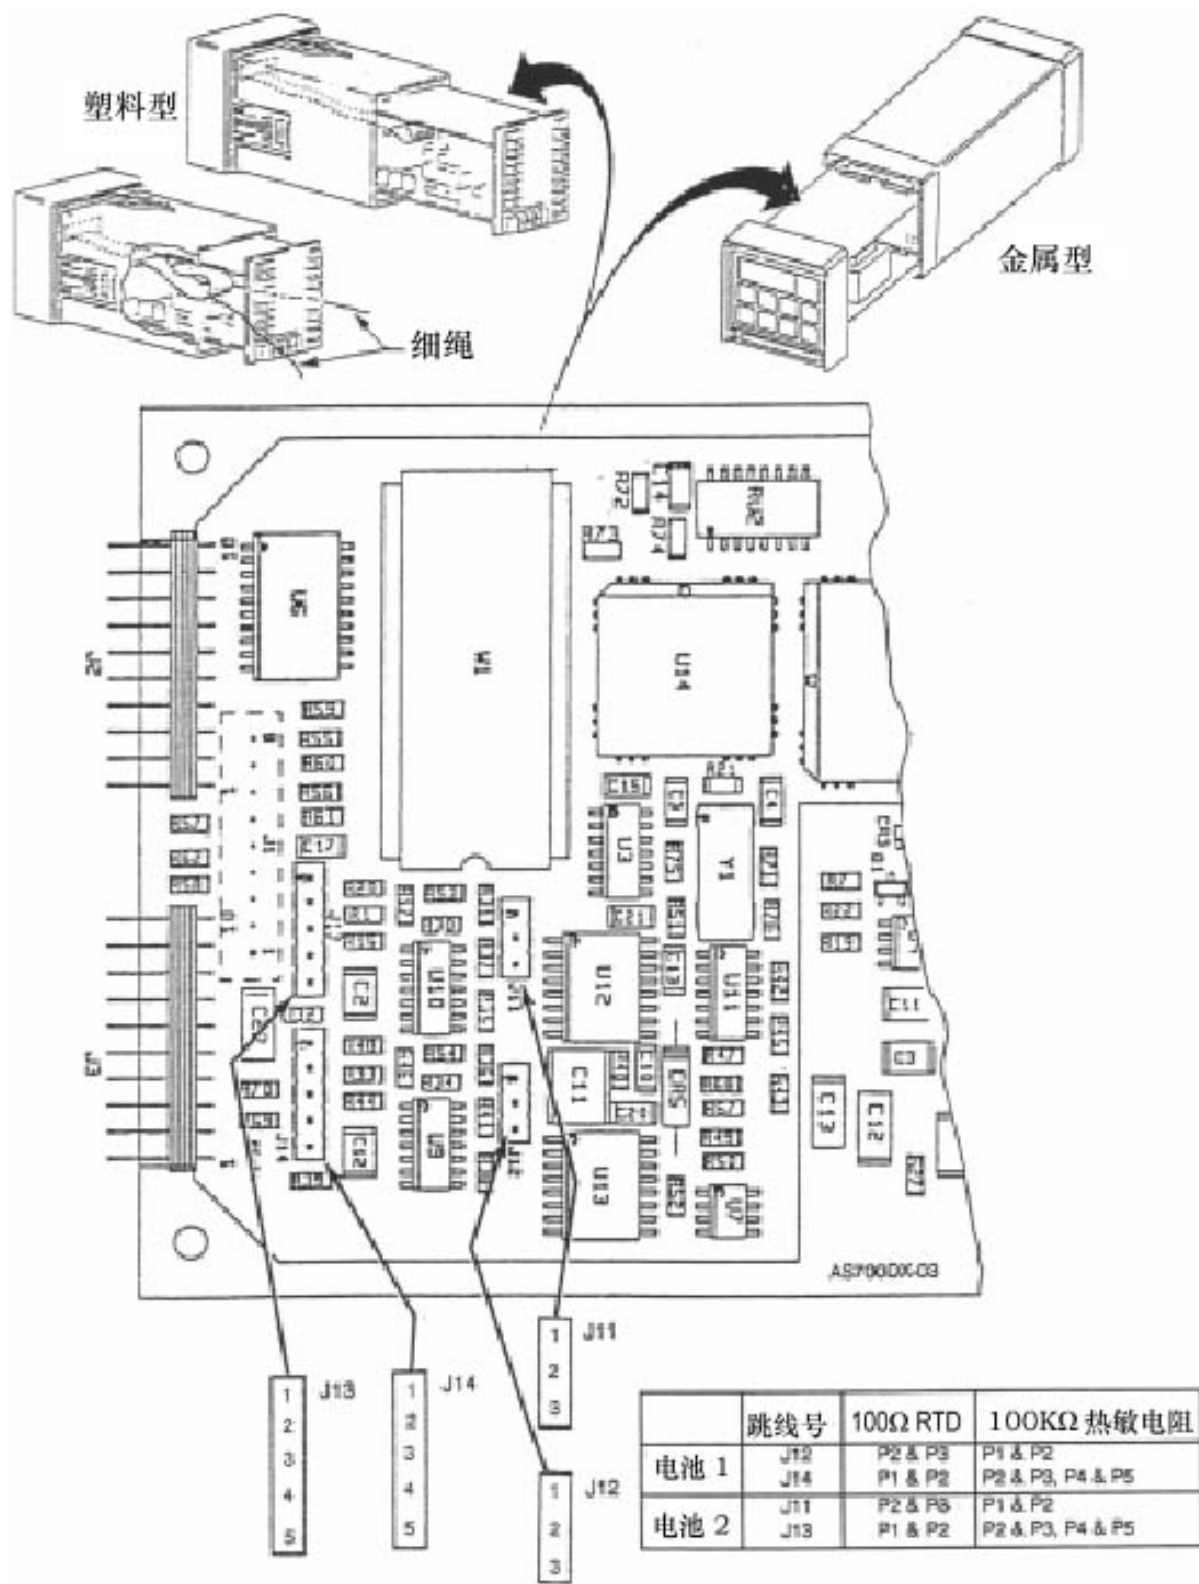

图 14 温度补偿用的跳线
- 4、参见图 14 以确定跳线位置。
在塑料型上，必须穿过扁平电缆环成的圈，以这样一种方式来操纵一根细绳，即当将电路板配件滑进机壳里时，细绳/扁平电缆可以被同时拉回，以防止损坏电缆。见图 14。